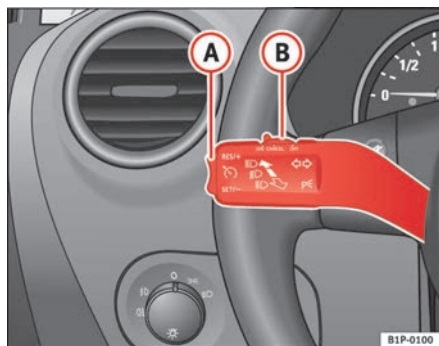

Fig. 128 Palanca de intermitentes y de luz de carretera: mando y tecla basculante para el regulador de velocidad
- Presione la parte superior de la tecla basculante **RES/+** ⇒ fig. 128 **A** para aumentar la velocidad. El vehículo acelerará mientras mantenga la tecla presionada. Al soltar la tecla quedará memorizada la nueva velocidad.
Si se reduce la velocidad programada pisando el pedal del freno, se desactiva el regulador de velocidad. Si quiere activar de nuevo el regulador, bastará con presionar una vez la parte superior de la tecla basculante **RES/+** ⇒ fig. 128 **A**.